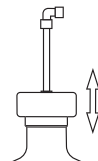

Рис.3
3. Трубка из нержавеющей стали для подачи воды может регулироваться по высоте для установки в бутылки разного объема – 19л, 12л. (Рис.3.)